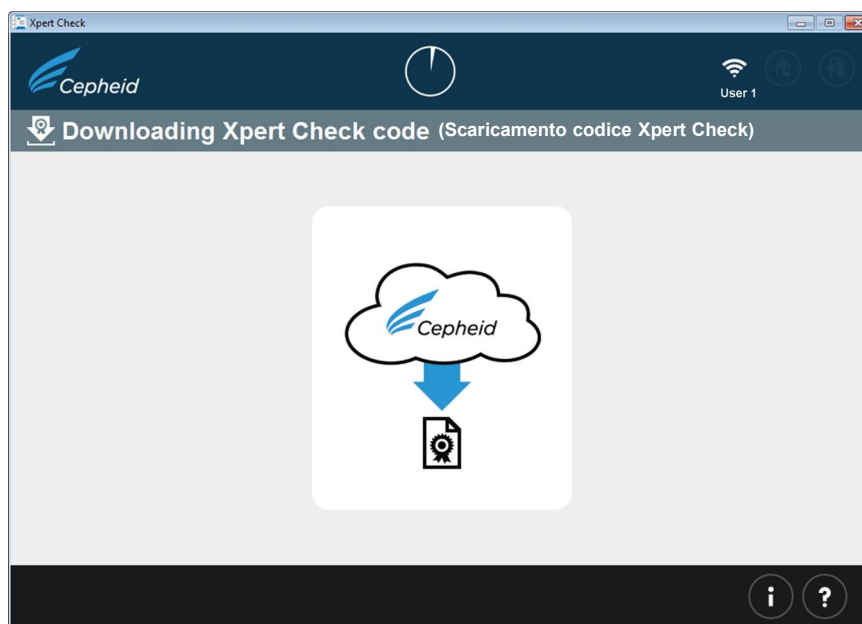

Figura 2-24. Schermata Scaricamento codice Xpert Check
In presenza di connessione a Internet, il sistema procede normalmente (con il Passaggio 21) e dovrebbe iniziare lo scaricamento del codice Xpert Check, come mostrato nella Figura 2-24.
21. Una volta caricati i dati Xpert Check, su di essi verrà eseguita una verifica finalizzata all'assicurazione della qualità. Se la verifica risulta accettabile, il codice Xpert Check verrà scaricato automaticamente. Vedere la Figura 2-24.